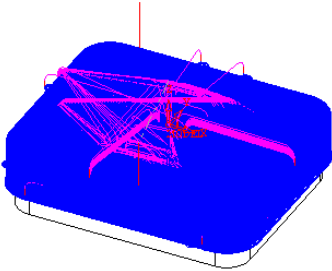

图 3-24 生成的刀具路径 (1)
6) 计算刀具路径。完成参数设置后，单击“NC Process Manager”对话框中的保存并计算按钮，运算当前加工程序，此时图形区显示的刀具路径如图 3-24 所示。